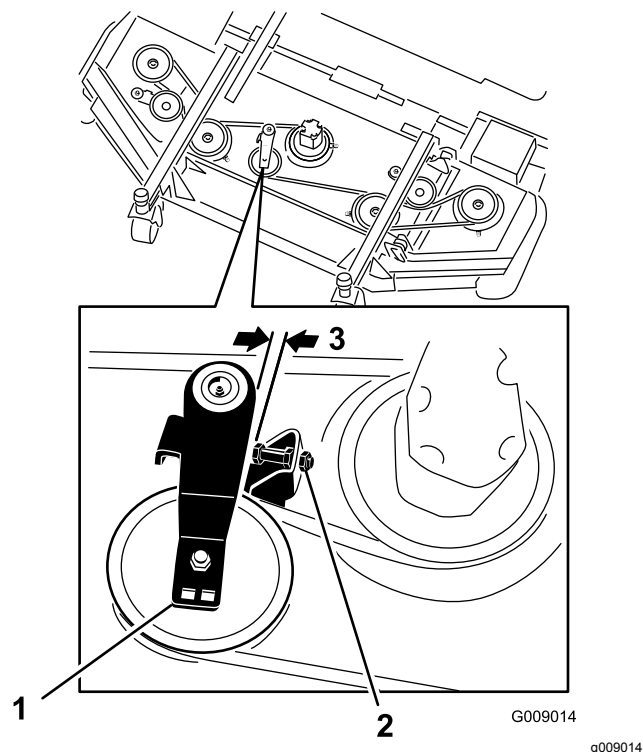

Bild 121
3. Lösen Sie am Frontmähwerk in der Mitte die Klemmmuttern an der Anschlagsschraube der Spannscheibe und drehen die Anschlagsschraube in die Halterung (Bild 121).
4. Schieben Sie jede Spannscheibe des Seitenmähwerks mit einem Ratschenschlüssel oder einem ähnlichen Werkzeug vom Treibriemen, um die Spannung zu lösen, und lassen Sie den Riemen von der Spannscheibe des Seitenmähwerks rutschen (Bild 121).